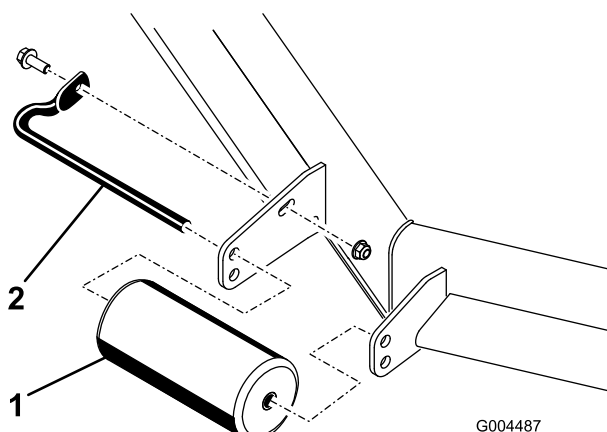

Figura 13
1. Rimuovete la vite e il dado che fissano l'albero del rullo alla staffa del piatto di taglio (Figura 13).